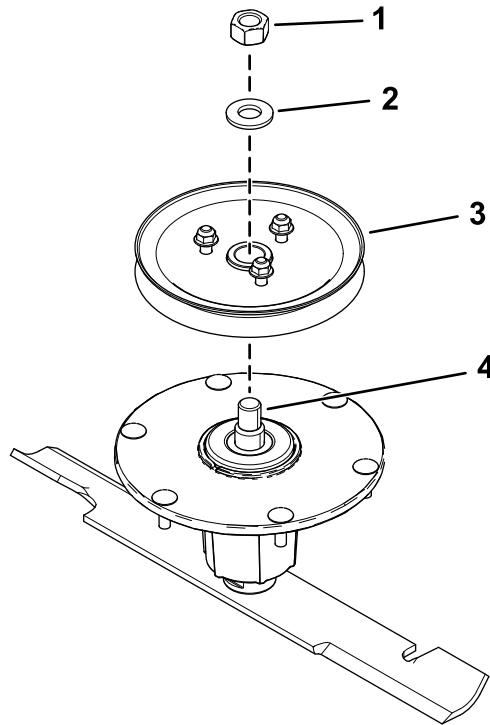

Figure 9
5. Fixez la roue à gorge sur l'axe avec la rondelle et l'écrou supérieur (Figure 9).